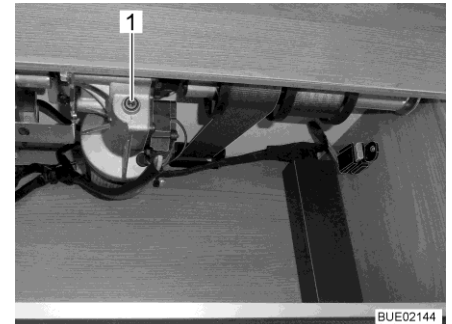

Fig. 150 Acceso al accionamiento
- Insertar la manivela entregada o una llave Allen en el alojamiento en el motor (Fig. 150,1).